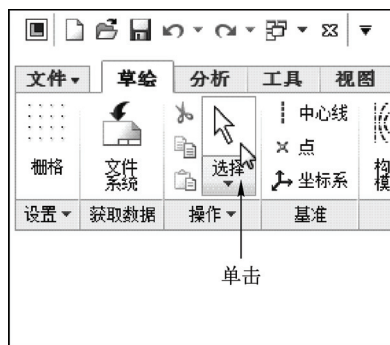

图 3-32 单击“选择”按钮
STEP 02 在“草绘”选项卡中, 单击“操作”面板中的“选择”按钮, 如图 3-32 所示。